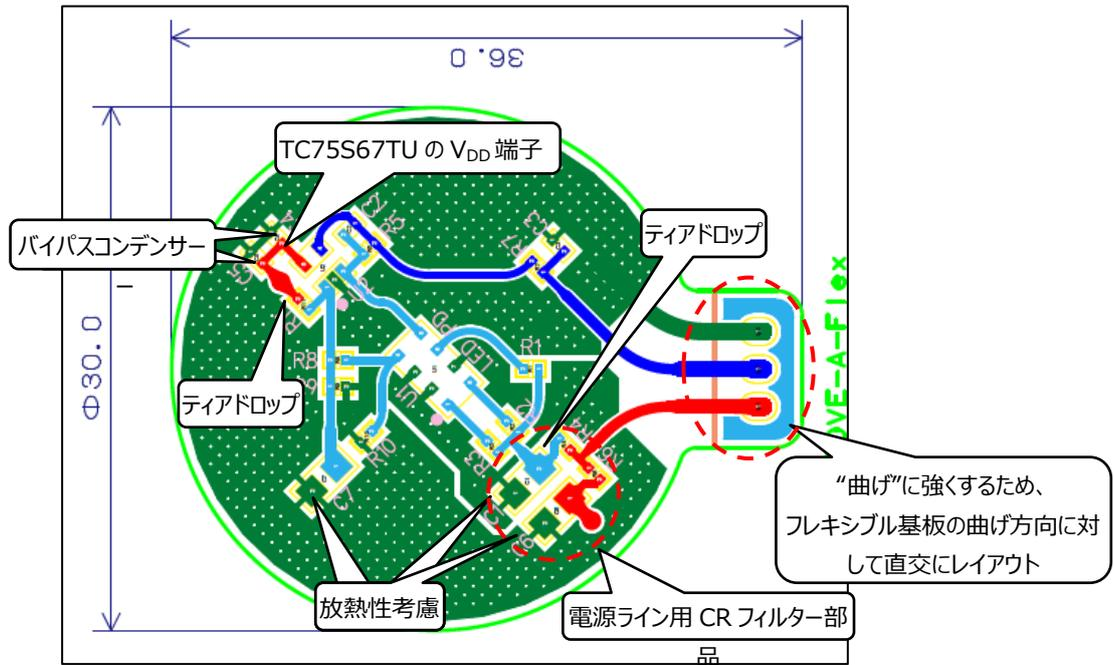
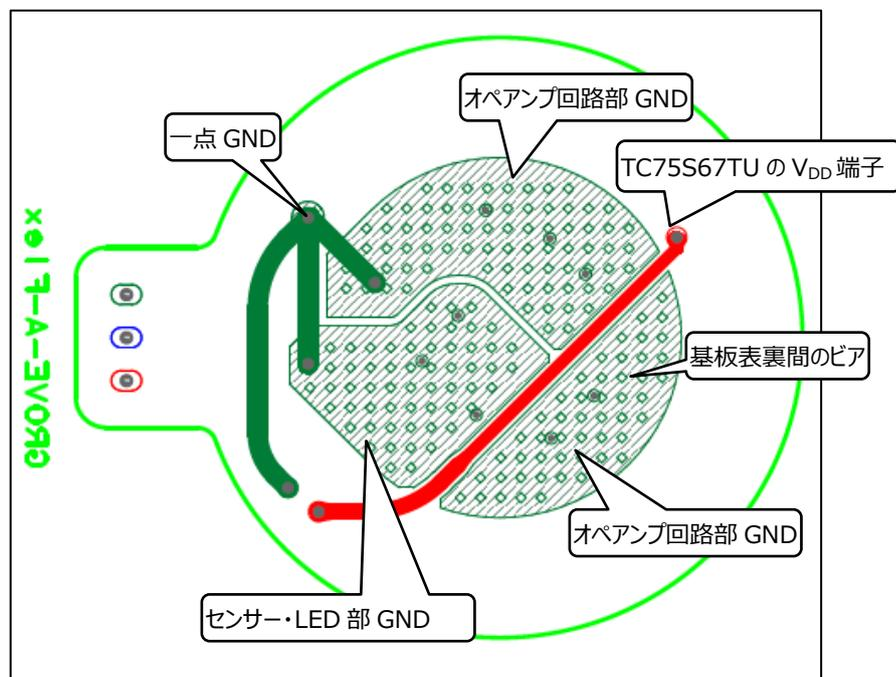
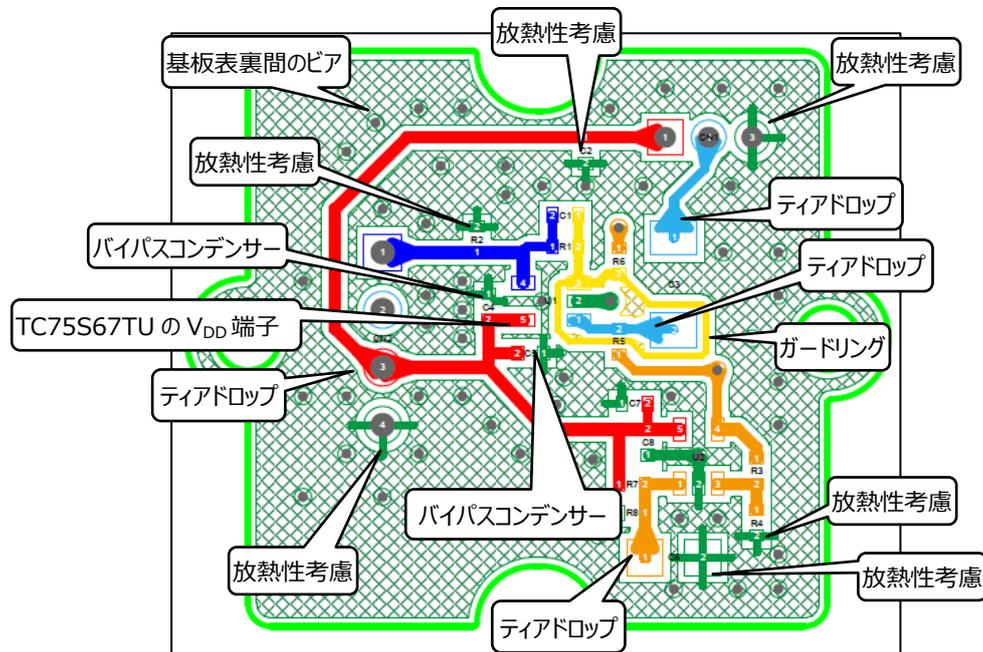
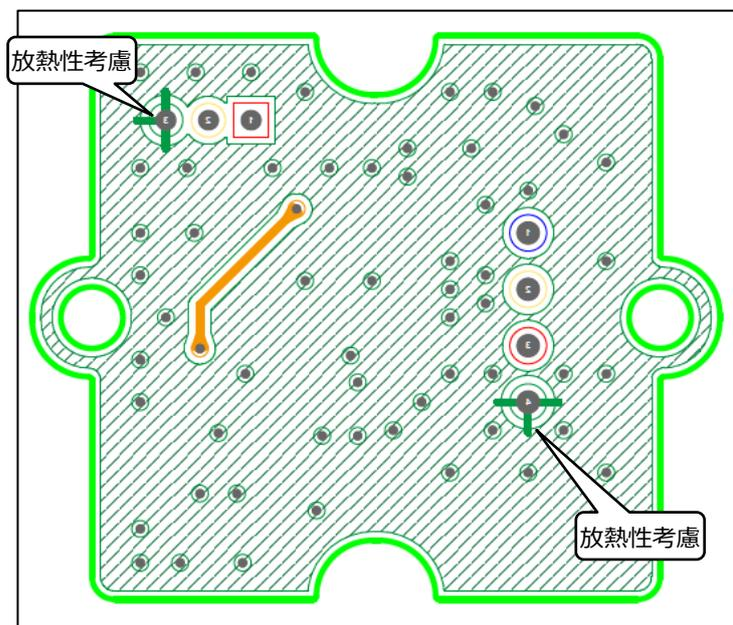

図 3.1 基板表面パターン
図 3.2 基板裏面パターン
図 3.3 基板表面パターン
図 3.4 基板裏面パターン
本基板は表と裏の両面基板で構成します。図 3.1 に基板表面パターン (部品実装面) を、図 3.2 に基板裏面パターンを示します。吹き出し記載内容の一部は 3.3 項にて詳細に説明していますので、あわせて参照してください。
本基板も表と裏の両面基板で構成します。図 3.3 に基板表面パターン (部品実装面) を、図 3.4 に基板裏面パターンを示します。吹き出し記載内容の一部は 3.3 項にて詳細に説明していますので、あわせて参照してください。
- フレキシブル基板固有の注意点 (図 3.1 参照)
- ベタ GND の分離と一点 GND (図 3.2 参照)
- サーマル処理 (図 3.1、図 3.3、図 3.4 参照)
- ティアドロップ形状 (図 3.1、図 3.3 参照)
- バイパスコンデンサーの位置 (図 3.1、図 3.3 参照)
- アンプ部基板のガードリング (図 3.3 参照)
オペアンプの入力部など微小信号を扱う領域の周囲には、ガードリングを設けることを推奨します。本ガイドのパターン例では、センサー部基板で I-V 変換された信号を受けるアンプ部基板のオペアンプ U1 の IN (+) 端子の周りを、VCC/2 に直流バイアスされている IN (-) 端子電圧でガードリングしています (図 3.3 参照)。これにより、線間容量や浮遊容量によって他の配線から IN (+) 端子に雑音・外乱が入ることや、電位が発生してリーク電流が流れ込むことを防いでいます。